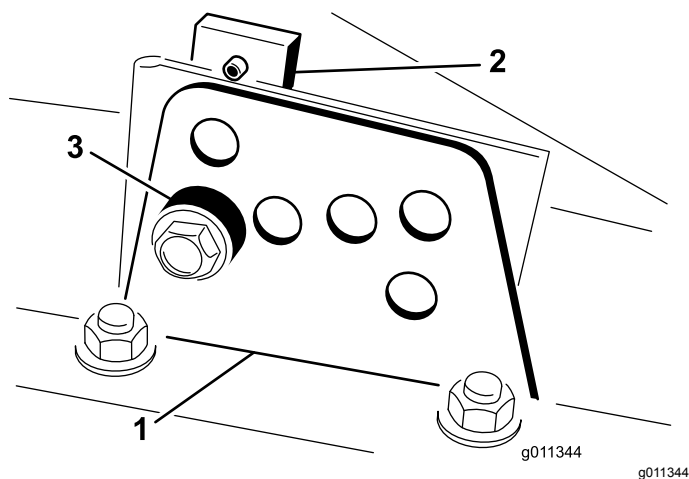

Figura 19
2. Afloje el perno que sujeta cada soporte de altura de corte a la pletina de altura de corte (delante y en cada lado), tal y como se muestra en la Figura 19.
4. Sujetando la cámara, retire el espaciador (Figura 19)